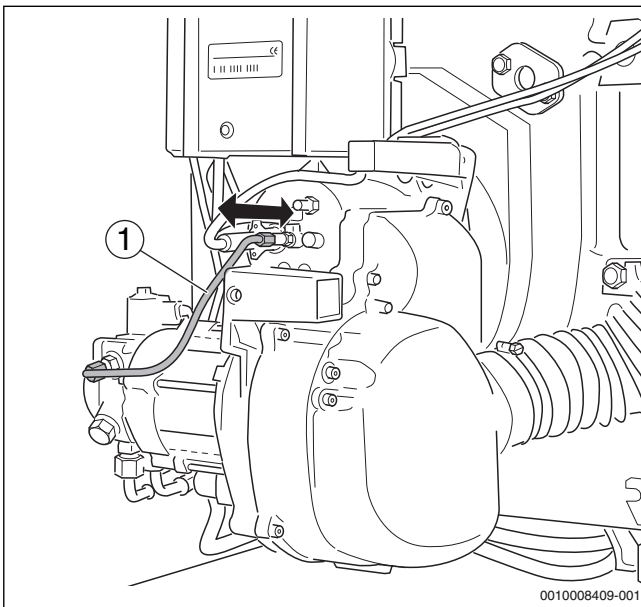

Fig. 39 Comprobación del posicionamiento correcto del sistema de mezcla
- ▶ Sacar el conducto de alimentación de gasóleo (→fig. 39, [1]) aprox. 5 mm.